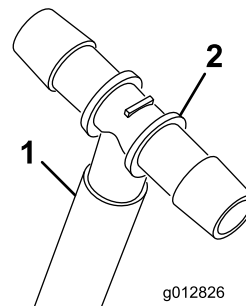

Рисунок 16
- A. Установите хомут на короткий шланг, а затем вставьте тройник в конец короткого шланга (**Рисунок 16**).